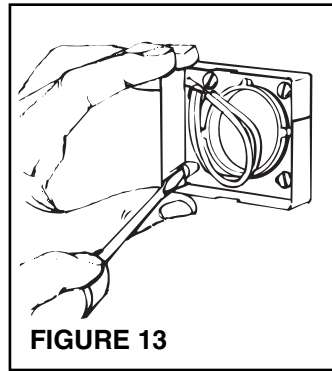

FIGURE 13
3. Consultez la figure 13. Avec des murs en panneaux de gypse ou d'aggloméré, le cadre de la plaque ressort du mur. Dans un tel cas, retirez le cadre de l'encastrement en enlevant les vis d'installation.